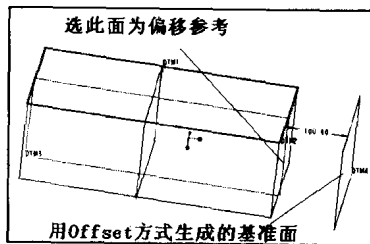

图1-5 【Offset】方式生成基准面
- **【Offset】**: 指定一个平面的偏移量来产生悬浮基准面。这种方式只需要一个约束条件。选择**【Offset】**方式, 然后选取实体的一个平面作为偏移参考, 接着选择**【Enter Value】**命令, 在消息窗口中输入偏移量, 最终将产生一个偏移基准面, 如图 1-5 所示。